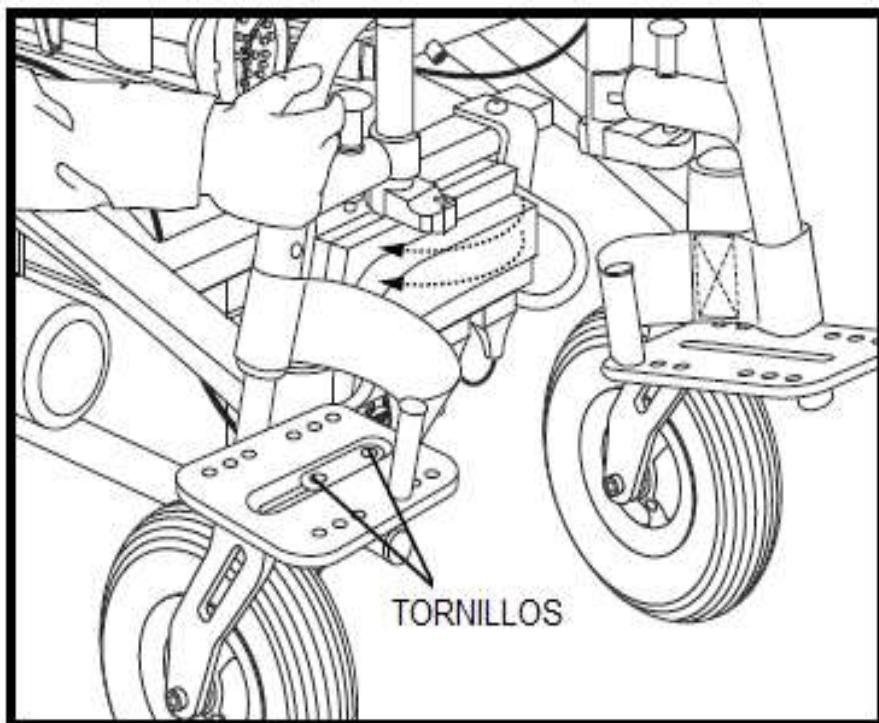

Figura 16.
1. Aflojar las tuercas de los dos tornillos de la parte inferior de la placa de pie. Ver figura 16.